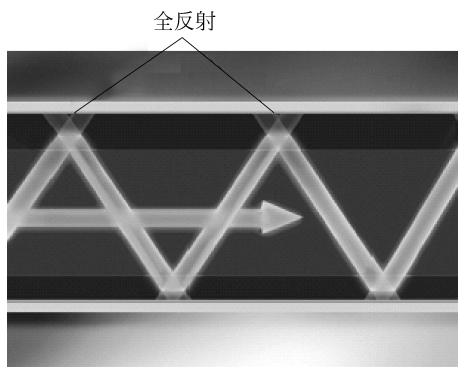

图 3-11 光波在直的光导纤维中的传输
(1) 直的光导纤维。如图 3-11 所示,在直的光导纤维中,光波是按全反射原理在纤芯表面以 Z 字形曲线传输的。